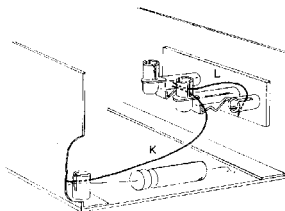

Fig. B9
18. Leg vervolgens de draden K en L volgens fig. B9.
Zijn de draden K en L (fig. B9) wel goed aangesloten?